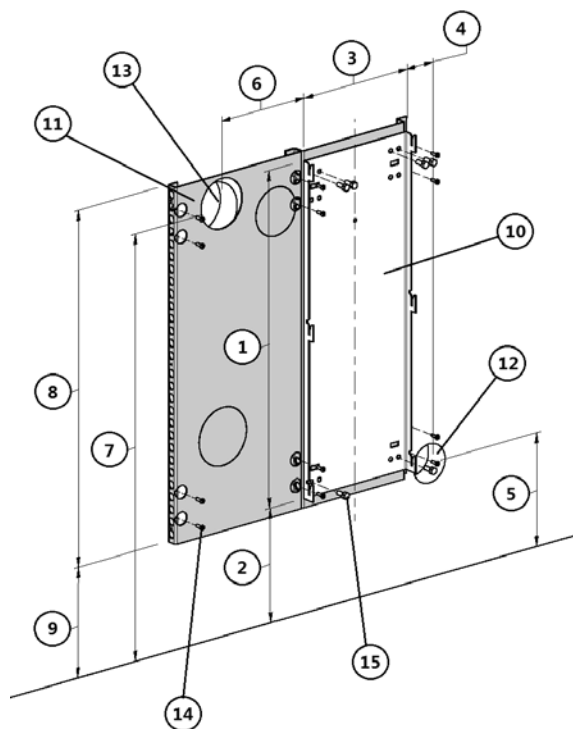

Fig. 25 - Fijación en pared inflamable
- Fijar a la pared el soporte posterior con los perno metálicos adaptos para soportar el peso de la estufa (véase Fig. 25).